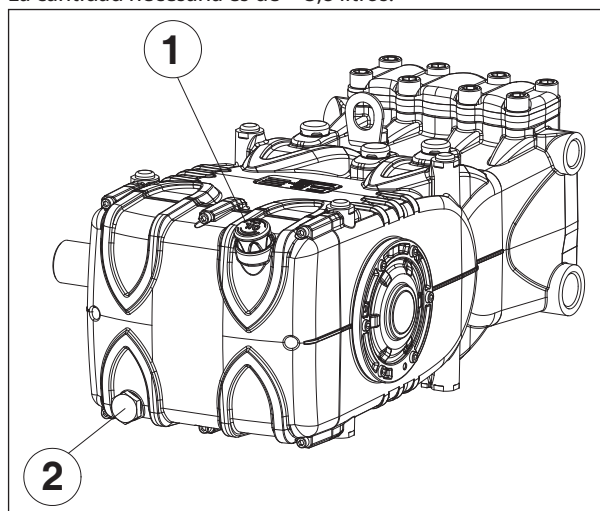

Fig. 3
Desde la varilla de nivel de aceite pos. ①, Fig. 3.
El control correcto del nivel de aceite se realiza con la bomba a temperatura ambiente, el cambio de aceite va realizado con la bomba a temperatura de funcionamiento retirando: la varilla de nivel de aceite pos. ①, y, a continuación, el tapón pos. ②, Fig. 3. El control del aceite y el cambio se han de realizar como se indica en la tabla Fig. 14 del capítulo 11.